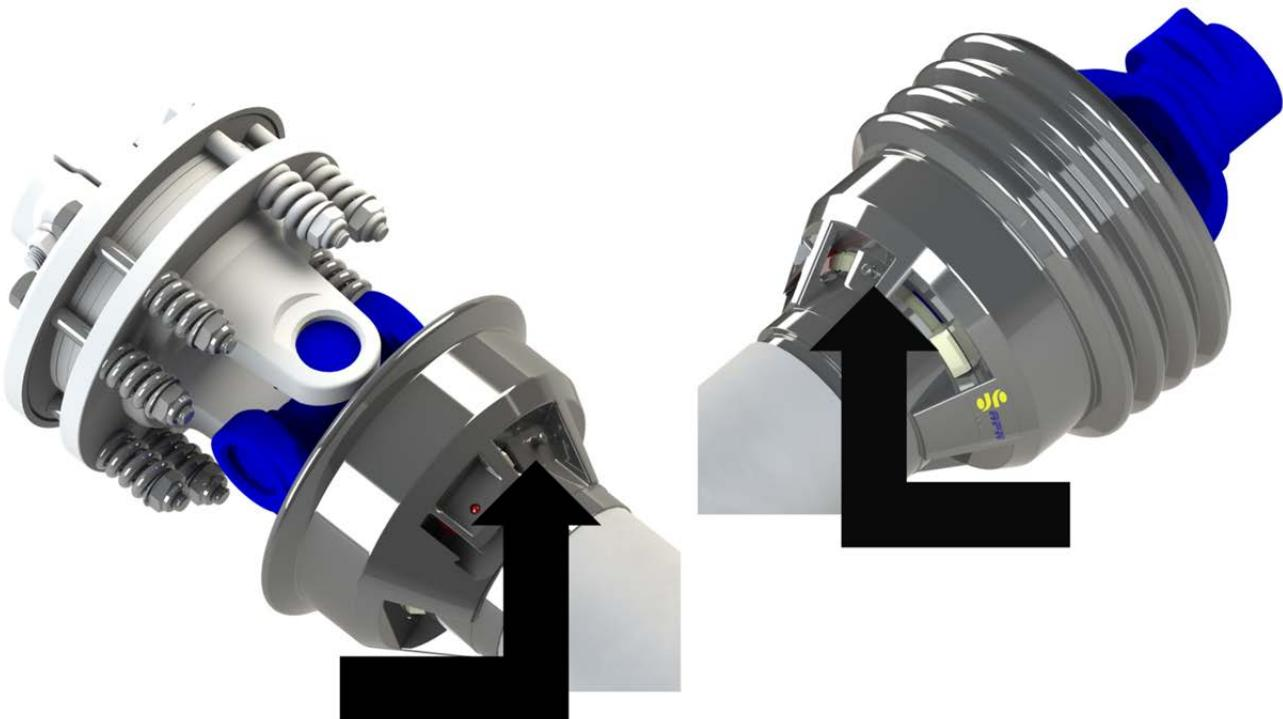

Figure 25. Étape de Montage 4
4. Repérer les clips de roulement aux extrémités de l'axe de transmission. Insérer un tournevis à tête plate dans la rainure indiquée dans la *Figure 24*, ci-dessous. Faire tourner la patte de roulement d'environ un huitième de tour dans le sens des aiguilles d'une montre. S'assurer que les graisseurs du bouclier de protection sont correctement alignés avec les graisseurs des roulements. Pour en savoir plus, veuillez vous reporter à la *Figure 25* et *Figure 26*, ci-dessous.